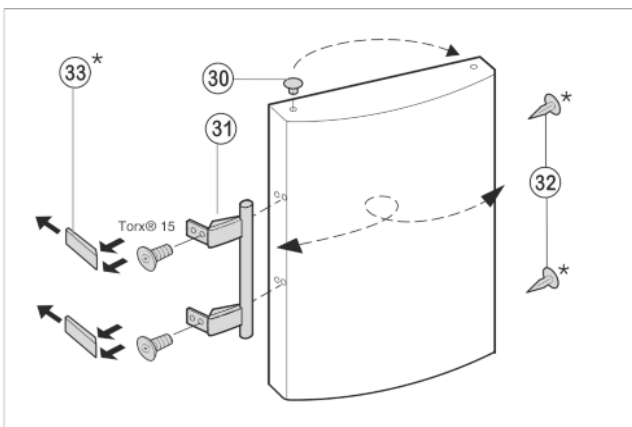

Fig. 10
- ▶ Enlever le bouchon Fig. 10 (30) du coussinet de la porte et le mettre de l'autre côté.
- ▶ Démontez la poignée de porte Fig. 10 (31), le bouchon Fig. 10 (32) et les plaques d'appui Fig. 10 (33) puis les repositionner sur le côté opposé